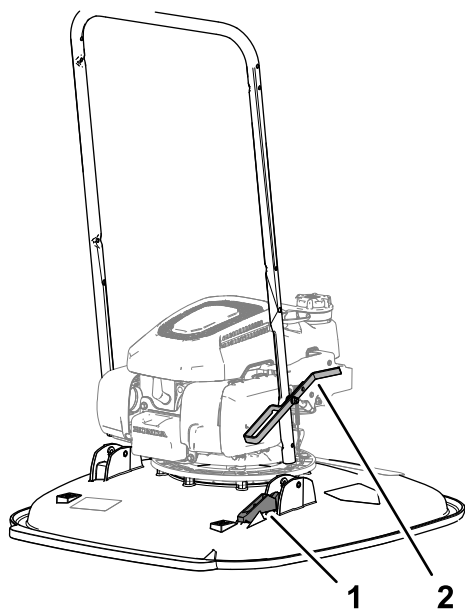

Figura 6
2. Aliniați opritorul acionat cu piciorul al barei de ghidare la suportul superior opritor de pe punte (Figura 6).